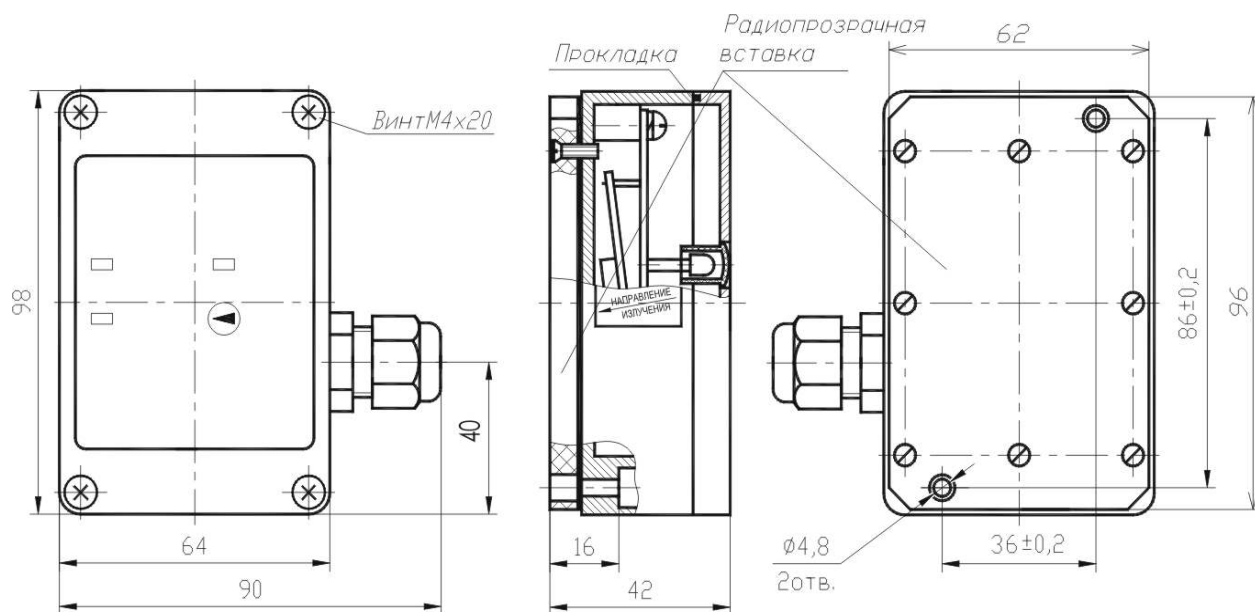

Рисунок 2
2.1.7 Для крепления сигнализатора в его корпусе предусмотрено два отверстия диаметром 4,8 мм под винт М4 (рисунок 2), которые доступны при снятой крышке.